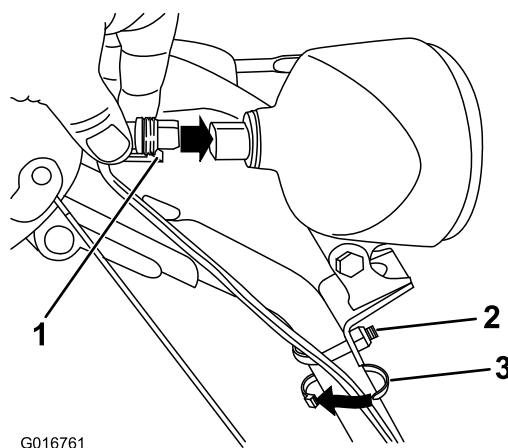

Figure 18
1. Branchez directement le connecteur qui est au bout du fil à l'arrière du phare et enfoncez-le bien en place (Figure 18).
Remarque: Assurez-vous que l'attache en plastique du connecteur se trouve en bas (Figure 18).
2. Attachez un serre-câble (pris dans le sachet de pièces détachées) autour du câble et du guidon à environ 2,5 cm au-dessous de l'étrier fileté (Figure 18).